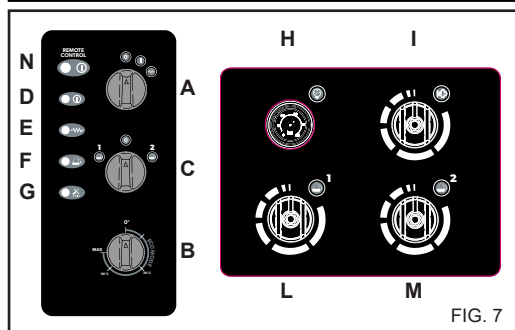

FIG. 7
2) Azionare l'idropulitrice, selezionare mediante il selettore C) fig. 7 il tipo di prodotto da utilizzare ("1" o "2"), aprire il rubinetto detergente interessato rif. L) per prodotto n."1" o rif. M) per prodotto "2" (fig. 7) ruotando la manopola in senso antiorario. Cospargere la superficie da lavare agendo dal basso verso l'alto.
3) Posizionare il selettore del prodotto detergente C) fig. 7 in pos. "0". Chiudere i rubinetti di regolazione ruotando le manopole in senso orario.